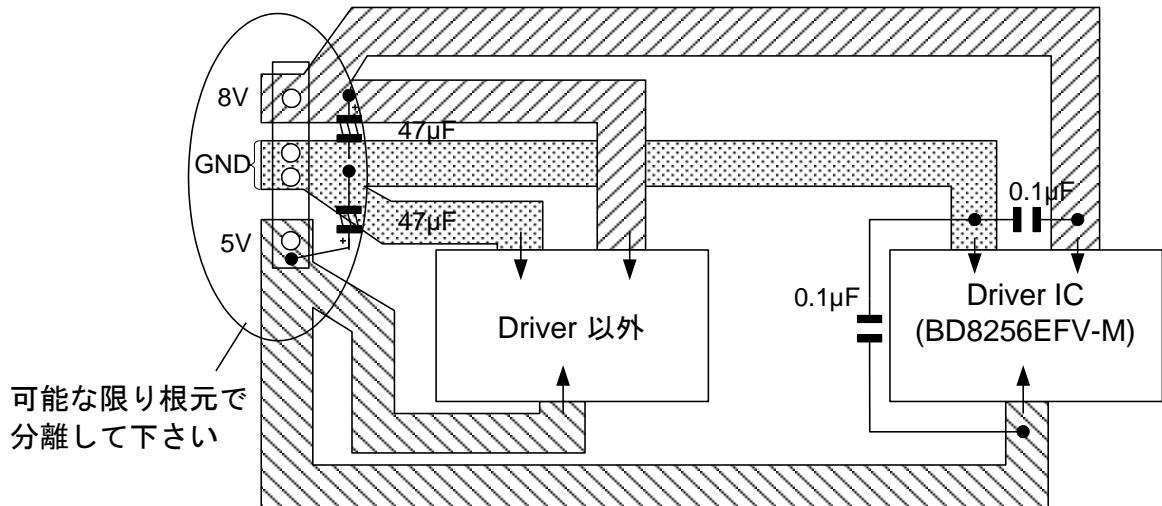

Figure 28. パターン例
- ① ドライバの 8V 系パワー電源 (SPRNF, SLRNF1, SLRNF2, VCC)、5V 系パワー電源 (FCTLRNF, TKRNF) 及びパワー GND (SPGND, SLGND, ACTGND) ラインは、大電流が流れるため配線インピーダンスを下げてください。また、共通インピーダンスを持たないよう、他のデバイスの電源ラインとは根元で分離し、必ず別のラインで接続してください。(Figure 28.)